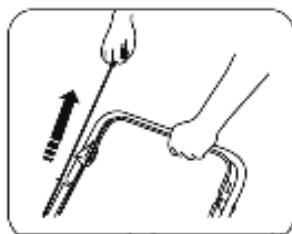

Рис. 15
4. Правой рукой потяните за ручку стартера до ощущимого сопротивления, затем верните ее назад на вытянутую руку и резко дерните за ручку стартера (рис. 15). Двигатель запустится.